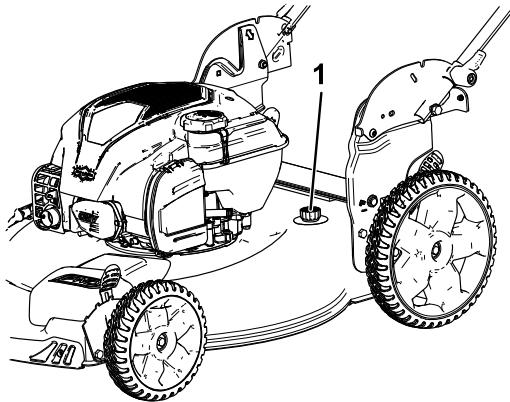

Figura 19
- Conecte una manguera de jardín que esté conectada a un grifo al orificio de lavado (Figura 19).